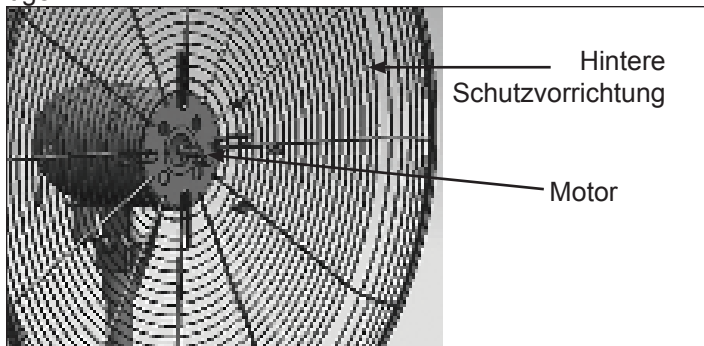

Abbildung 2: Hintere Schutzvorrichtung am Motor befestigen
8. Das hintere Schutzgitter auf der Motorbaugruppe anbringen und mit (4) Flanschschrauben sichern (siehe Abb. 2). Die Schrauben unter Verwendung des Schraubenschlüssels/Kreuzschlitzschraubendrehers fest anziehen.